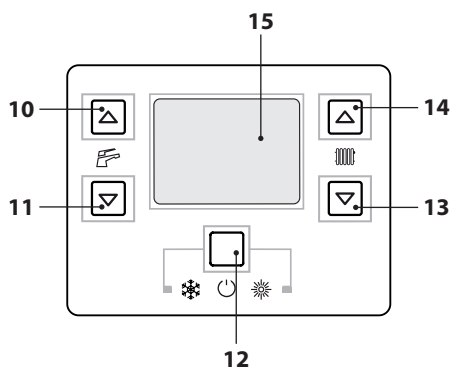
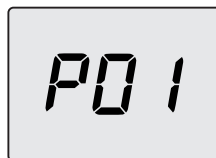
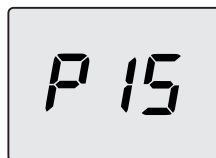

Figura 5.31
Figura 5.32
Figura 5.33
• Entrare in "modalità programmazione" premendo contemporaneamente per 10 secondi i tasti 12-13-14 (Figura 5.31) fino a far apparire sul display LCD le lettere **P01** che si alternano con il valore del parametro, indicanti l'entrata nel "parametro 01" (Figura 5.32).
- Scorrere i vari parametri utilizzando i tasti 13 o 14 fino a far apparire sul display LCD le lettere **P15** che si alternano con il valore del parametro, indicanti l'entrata nel "parametro 15" (Figura 5.33).
- Premendo il tasto 12 (Figura 5.31) si ottiene la conferma del valore inserito.
- Premendo contemporaneamente i tasti 12 e 13 (Figura 5.31) si esce senza modificare il valore (ritorno alla lista parametri Figura 5.33).
- Premendo contemporaneamente per 10 secondi i tasti 12-13-14 (Figura 5.31) si esce dalla "modalità programmazione".
Comunque se la temperatura ambiente non dovesse essere confortevole si può aumentare o diminuire la temperatura di mandata dell'impianto riscaldamento di  $\pm 15^\circ\text{C}$  agendo sui tasti 13 (diminuzione) e 14 (aumento) (Figura 5.31).